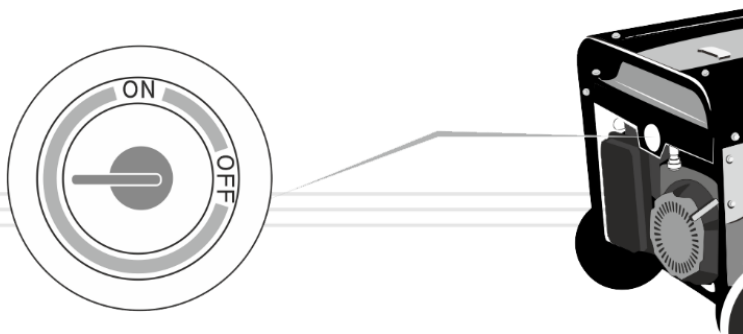

Рисунок 6
1. Відкрийте паливний кран (див. рисунок 6). Поверніть важіль паливного крана в положення «ON».